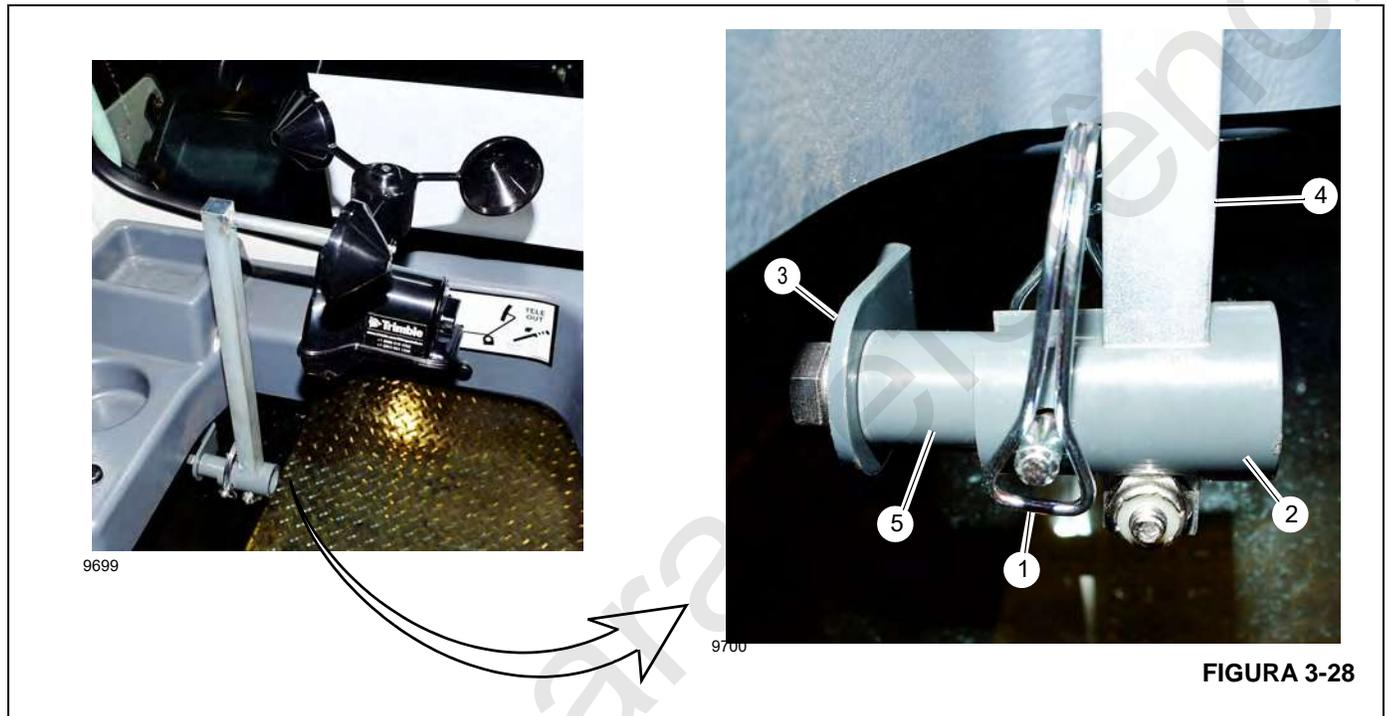

FIGURA 3-28
2. Na cabine, remova o pino de segurança (1, Figura 3-28) e a bucha (2) do suporte de retração do anemômetro (3).
3. Instale o mastro do anemômetro (4) no retentor da haste do suporte de retração (5).
4. Instale a bucha (2) sobre o mastro (4) e o retentor da haste (5). Alinhe os furos da bucha e do retentor para que o pino de segurança possa ser instalado.
5. Instale o grampo de segurança na bucha (2) e nos furos do retentor (5) para fixar o mastro do anemômetro (4). Prenda o pino (1) com um grampo de segurança.